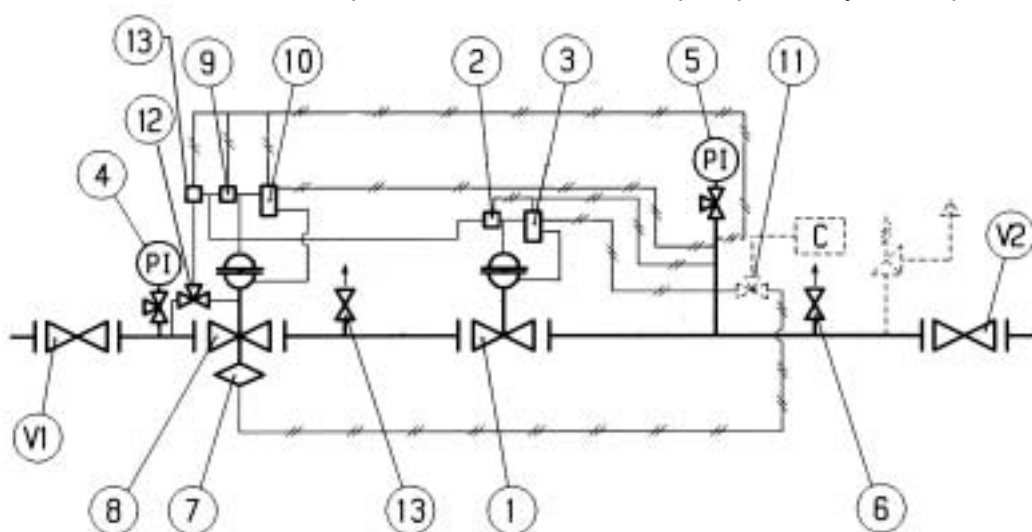

Рис.25
- В) Для устройств, не имеющих клапана "push" рекомендуется отдельно подсоединить управляющую головку к вспомогательному контролируемому давлению и повторить описанные выше операции (рис. 25).